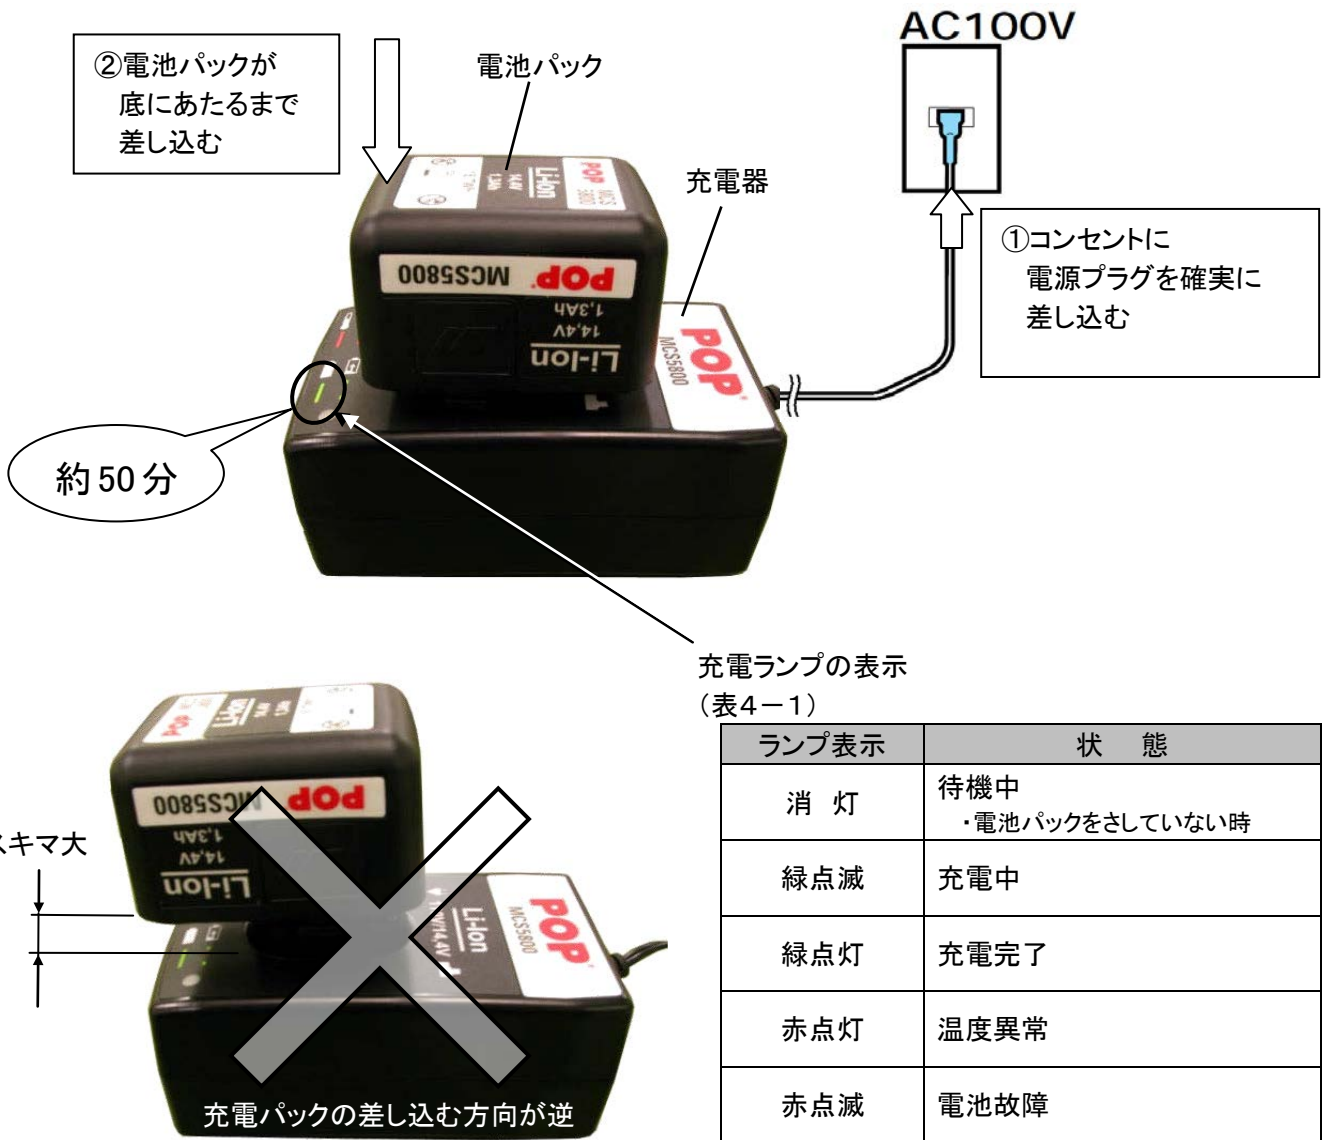

図4-1
- (1) 充電器をスチールケースから取り出して、電源プラグをコンセント(AC100V)に接続してください。
- (2) 電池パックを正しい向きで充電器に差し込んでください。充電が始まり、充電器のランプが緑色に点滅します。(図4-1、表4-1)